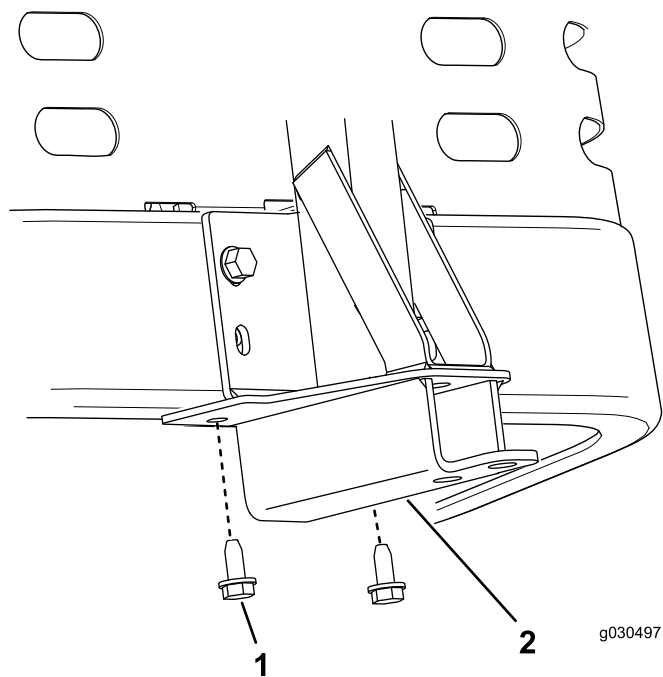

Figura 16
2. Sujete el bastidor de pivote a la parte inferior del bastidor de la máquina usando 2 tornillos autorroscantes (5/16" x ¾"), según se muestra en Figura 16.